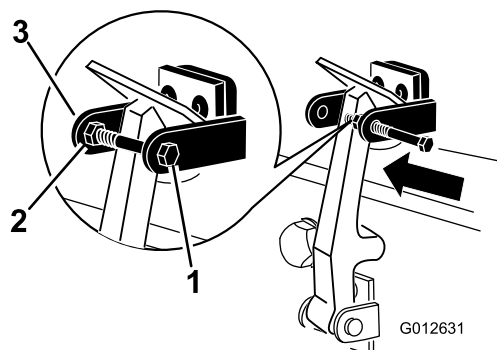

Bild 8
8. Schrauben Sie die Schraube in den anderen Arm der Motorhaubenhalterung, um den Riegel zu arretieren (Bild 8).